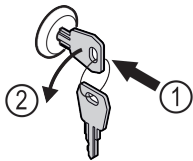

Fig. 124
- ▶ Introducir la llave. Fig. 124 (1)
- ▶ Gire la llave 90° en el sentido contrario de las agujas del reloj. Fig. 124 (2)